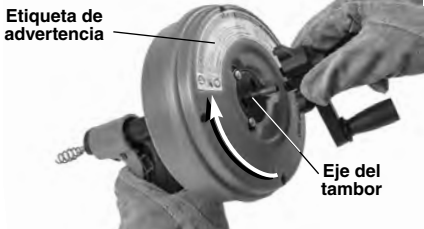

Figura 2 – Extracción de la manivela de la limpiadora POWER SPIN+
- La etiqueta de advertencia está presente y se puede leer. *Vea la Figura 2.*
7. Si está usando la limpiadora POWER SPIN+ con un taladro a batería, extraiga la manivela de la parte de atrás del tambor. Para hacerlo, apriete las lengüetas a cada lado de la manivela (*vea la Figura 2*). Conecte bien el mandril del taladro con el eje ubicado al centro del tambor.
7. Gire el tambor hacia la derecha, como indica la flecha en la parte de atrás del tambor (vea la Figura 2), y apriete el gatillo de la limpiadora de desagües. Al apretar el gatillo, el cable comienza a avanzar por el desagüe.